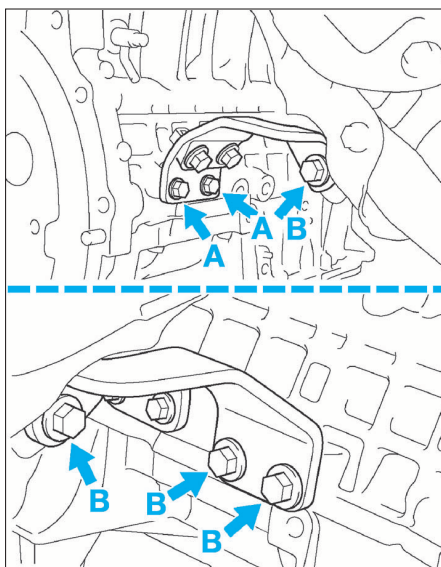

FIG. 60
- Déposer les supports du collecteur d'échappement (vis A et B) (fig. 60).